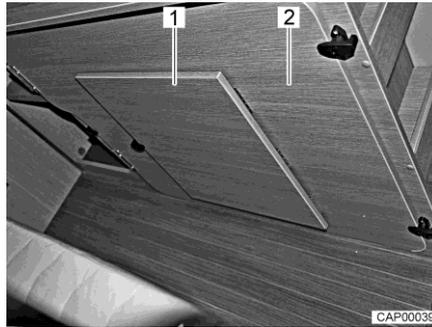

Fig. 50 Tavola di rinforzo sul cassone letto di destra
- Togliere la tavola di rinforzo aggiuntiva (Fig. 50,2) dal cassone letto di destra, in coda.
- Aprire i supporti per piedi (Fig. 50,1) sulla tavola di rinforzo.